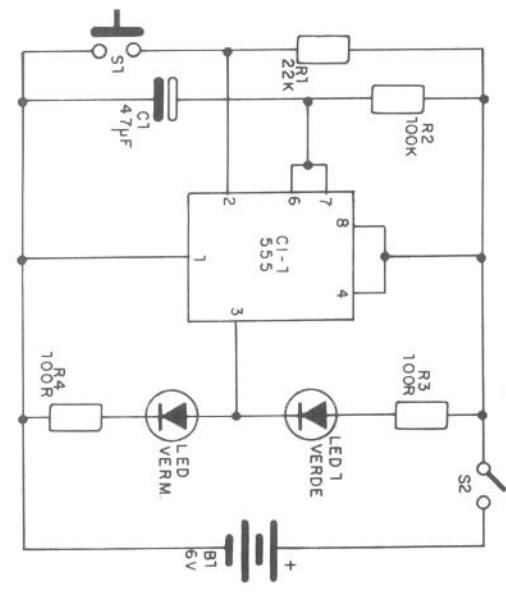

FIGURA 2
**Na figura 2 temos o circuito completo do temporizador de partida.**